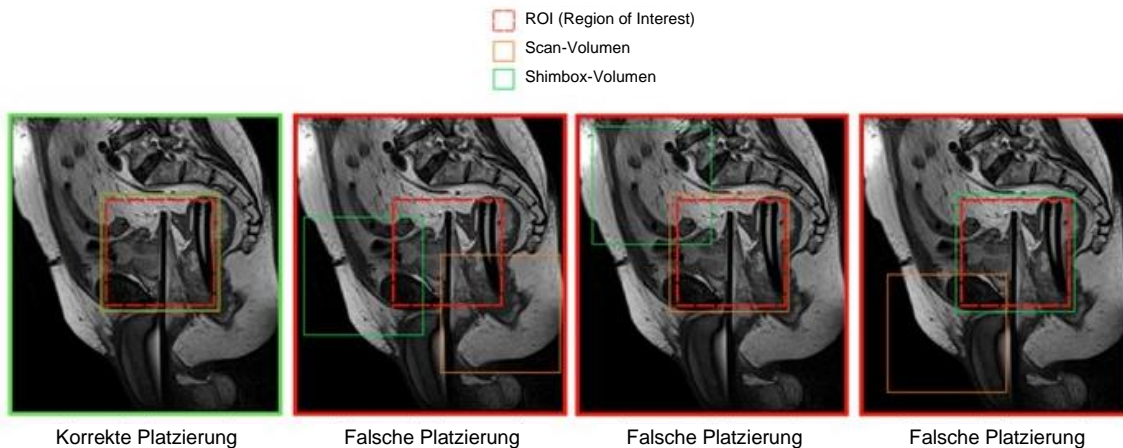

Abbildung 47: Beispiele für die korrekte und falsche Platzierung des Zwischenfelds
2. **MRT-MTRA:** AX THERM zur Bearbeitung auf der Registerkarte Isoztr.abst./Winkel, ändern Sie die AP-, RL- und FK-Werte sowohl für Stack Offc. als auch für Ang., damit diese mit den Werten in der TDC übereinstimmen. Das gleiche Verfahren für den Zwischenbereich durchführen. Wenn der Zwischenbereich mehr als nur die Patientenanatomie (z. B. Luft) umfasst, reduzieren Sie die Größe des Zwischenfelds (*Abbildung 47*).